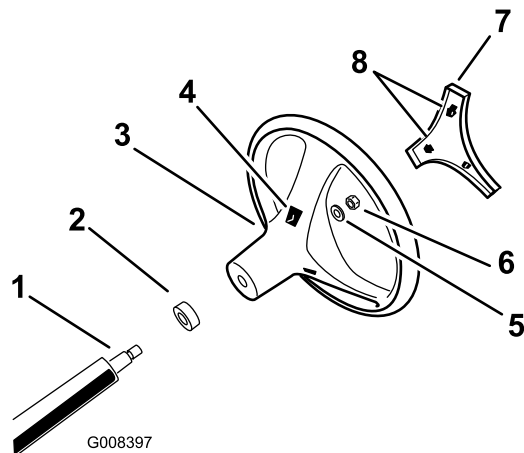

図 3
1. ハンドルの裏側にある開口部から、センターカバーのロックタブを外し、ハンドルからカバーを外す (図 3)。
2. ステアリングシャフトからロックナットとワッシャを外す (図 3)。
3. ハンドルをステアリングシャフトのスプラインに合わせる (図 3)。
4. ワッシャとロックナットねじをステアリングに組み付ける (図 3)。
6. センターカバーのロックタブを、ハンドル中央部の開口部に合わせて、カバーがパチンと音をたててロックするまで押し込む (図 3)。